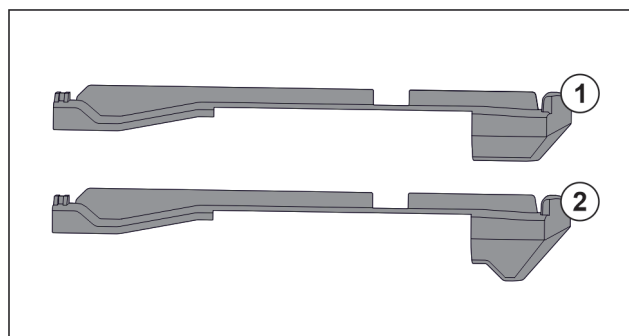

Fig. 53 对比插装件
冰箱中有两种不同的插装件。最底部抽屉上方的插装件 Fig. 53 (2) 有一个三角形的边缘。其他所有的插装件 Fig. 53 (1) 都有一个直的边缘。
- ▶ 将带有三角形边缘的插装件 Fig. 53 (2) 安装在最底部抽屉上方。
- ▶ 将带有直边缘的插装件 Fig. 53 (1) 安装到所有其他的位置上。